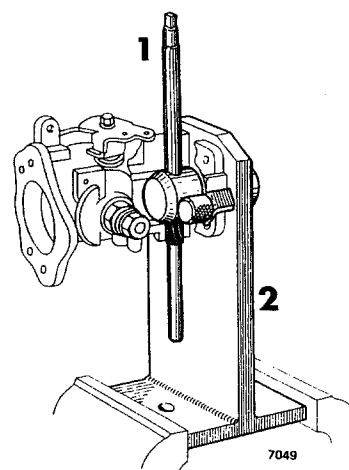

Fig 03-7. Brotschning av bussningar
4. Vrid åter stativets tapp 90° och brotscha bussningarna, se fig 03-7.